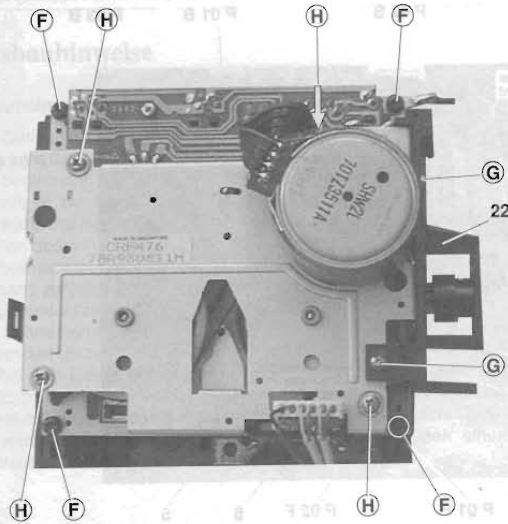

Fig. 6
- 4 Schrauben (F) pro Laufwerk herausdrehen (Fig. 6).
- Undo 4 screws (F) on each drive mechanism (Fig. 6).
- 2 Schrauben (G) je Bremse herausdrehen (Fig. 6 und 7).
- Undo 2 screws (G) of each brake (Figs. 6 and 7).
- 4 Schrauben (H) herausdrehen (Fig. 6).
- Undo 4 screws (H) (Fig. 6).